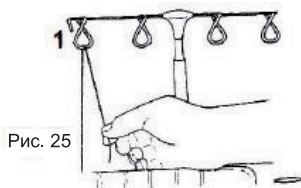

Рис. 25
2. Протяните нить сзади наперед через нитенаправитель в положении «1» (Рис. 25).